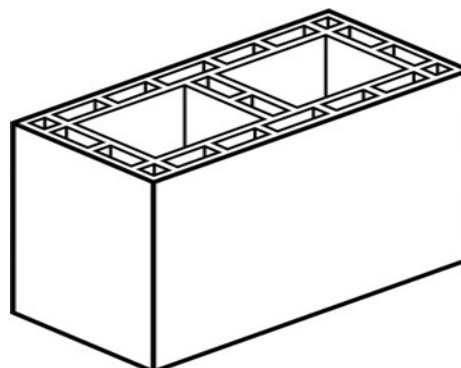

Figura 2 - Bloco cerâmico de vedação com furos na vertical
2. Também pode ser produzido para utilização com furos na vertical, como representado esquematicamente na figura 2.